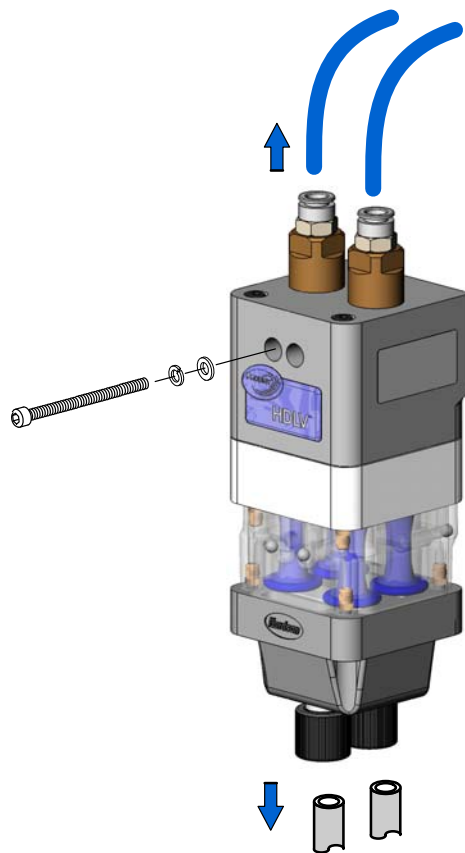

Figura 6-4 Preparazione per lo smontaggio
1. Vedi figura 6-4. Staccare i condotti dell'aria di spurgo dalla sommità della pompa.